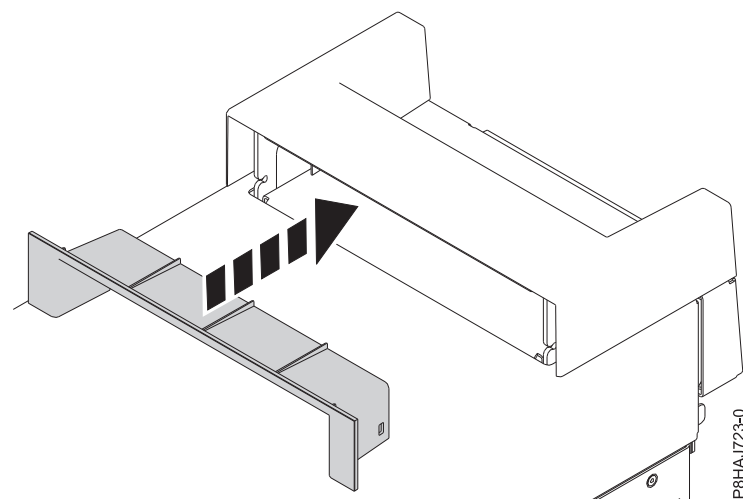

Figure 67. Insertion de la pièce plastique dans la poignée sur un système autonome 8286-41A
2. Insérez la pièce plastique (garniture intérieure) dans la poignée en la poussant fermement comme illustré figure 67.